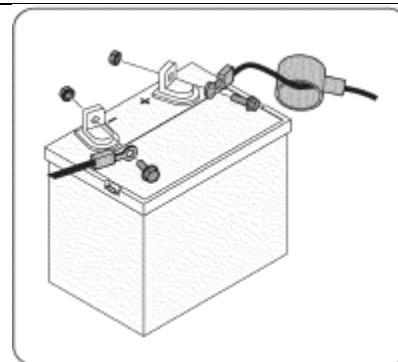

Рис. 1
1. Снимите с положительного вывода аккумуляторной батареи пластиковую крышку (если имеется), и подсоедините красный провод, закрепив его болтом и шестигранной гайкой См. Рис.1.
шестигранной гайкой См. Рис.1.